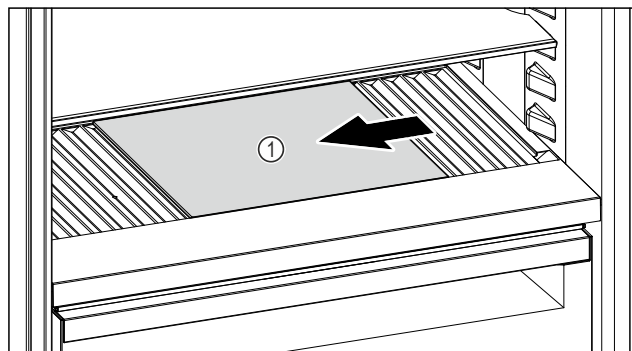

Fig. 252
- Pomaknite staklenu ploču Fig. 252 (1) nalijevo, na sredinu ili nadesno.